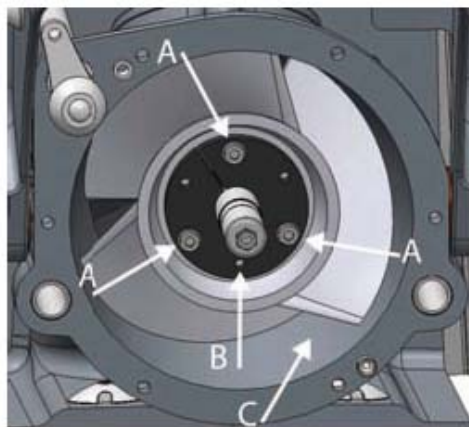
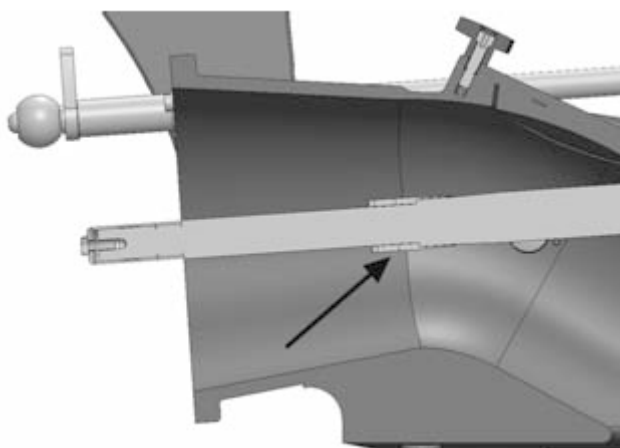

Figura 27. Bulloni di fissaggio della girante
Figura 29. Ghiera di regolazione
4. Svitare i quattro bulloni di fissaggio (figura 27, punto A).
5. Svitare completamente un bullone ed avvitarlo nel foro filettato del cono di plastica (figura 27 Punto B). Il bullone fungerà da estrattore e si potrà estrarre la girante dall'asse. Nel caso in cui un bullone non fosse sufficiente utilizzarne più di uno.
La spinta provocata dalla girante viene trasmessa all'albero attraverso la ghiera di regolazione (figura 29). La ghiera è composta da anelli di spessori diversi. La sua lunghezza può essere variata con incrementi di 0,5 mm modificando il numero di anelli. In questo modo si fissa la girante (figura 27, punto C).